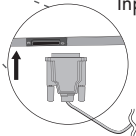

Figure C.1
5. Allume l'écran de Silhouette de bouton et l'ordinateur (**Figure C.1**)